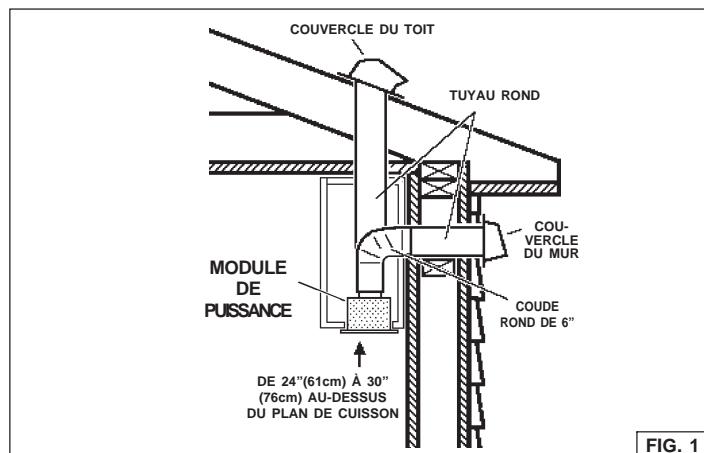

FIG. 1
1. Décidez où le tuyau rond doit être installé, entre votre hotte et l'extérieur (Réf. Figure 1).